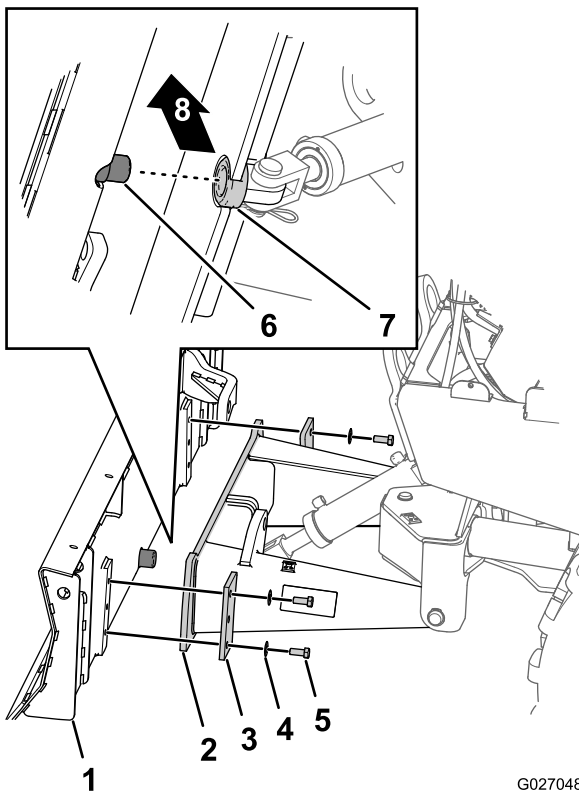

Figura 33
- Utilice un equipo de izado para elevar la hoja de relleno, y alinéela con la placa de montaje del conjunto de brazos de elevación (Figura 33).